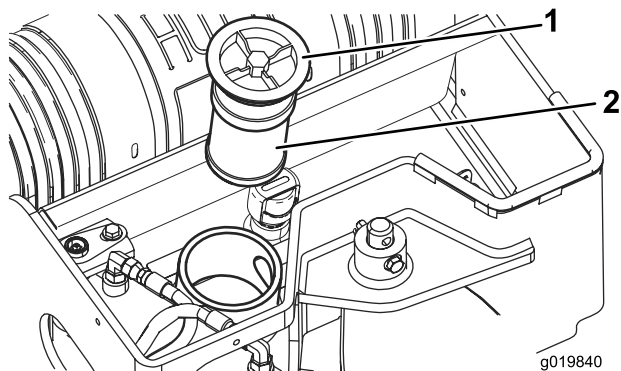

Figura 60
5. Togliete il filtro dell'olio e gettatelo (Figura 60).
6. Inserite il filtro idraulico di ricambio e il tappo di riempimento (Figura 60) e serrate il bullone della parte superiore a 21-25 N·m.
6. Togliete il tappo del serbatoio idraulico e il filtro (Figura 60).
11. Inserite il filtro idraulico e il tappo di riempimento (Figura 60) e serrate il bullone della parte superiore a 21-25 N·m.